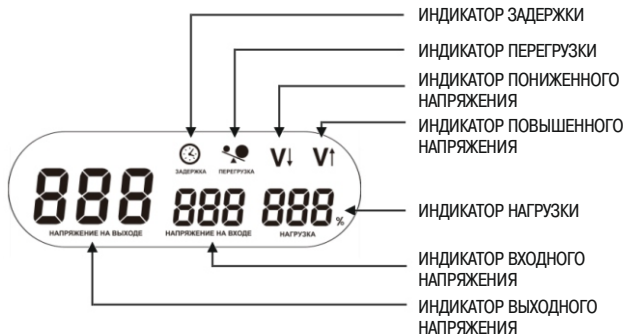

Рисунок 3 – Индикация режимов работы стабилизаторов
1.2 При изменении напряжения сети в диапазоне от 100 до 260 В стабилизаторы поддерживают уровень выходного напряжения 220 В с точностью 8 %. Функции защиты обеспечивают безопасную эксплуатацию стабилизаторов в непрерывном режиме. Стабилизатор имеет на лицевой панели multifunctional индикатор, отображающий режимы работы, уровень загрузки стабилизатора по мощности и уровни входного и выходного напряжения и др. (рисунок 3).